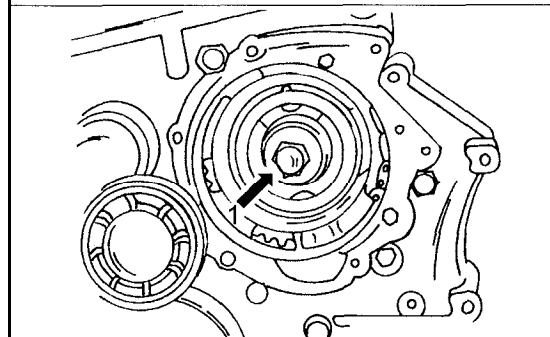
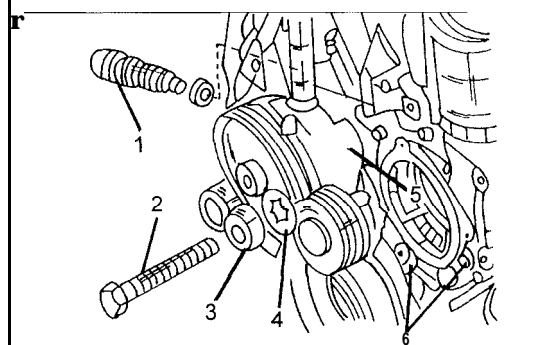

Bild 216
Bild 217
● Die Schraube (1) in der Mitte des Spritzverstellers entfernen (Bild 216). Die Kurbelwelle muss dabei in geeigneter Weise gegen Mitdrehen gesichert werden. Die Schraube hat Linksgewinde, muss also gelöst werden wie man eine normale Schraube anziehen würde, d.h. nach rechts herum. Unter der Schraube wird man eine Unterlegscheibe und eine Federscheibe finden. Die in dieser Gegend durchzuführenden Arbeiten sind in Bild 217 gezeigt.
● Den Kettenspanner (1) in Bild 217 ausbauen (siehe Kapitel 3, Motor).